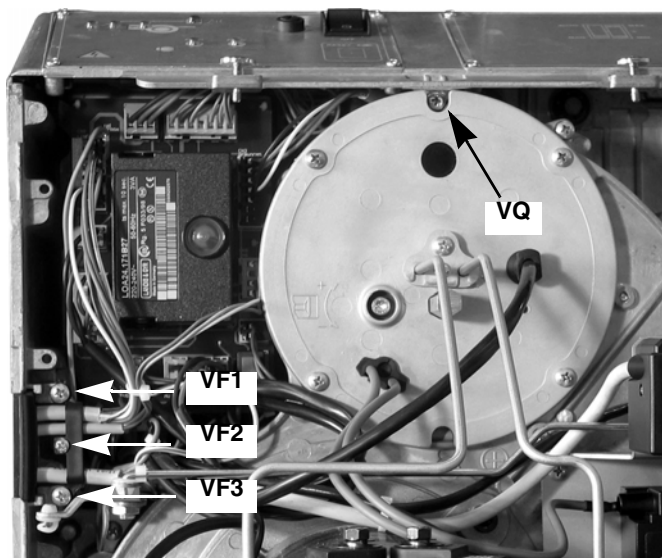

Fig. 37
- 1 Quite el tornillo VQ que bloquea el cuadro al soporte del cabezal de combustión del quemador (Fig. 37).
- 2 Quite los tornillos VF1 y VF3 de la junta del sujetador de cable; los cables quedarán en su lugar porque están fijados por el sujetador fijado por el tornillo VF2 (Fig. 37).